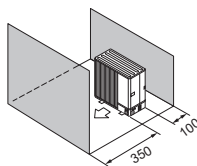

Abb. 2-13
- (5) Hindernisse oder unzugängliche Oberflächen nur auf Vorder- und Rückseite (Abb. 2-13)